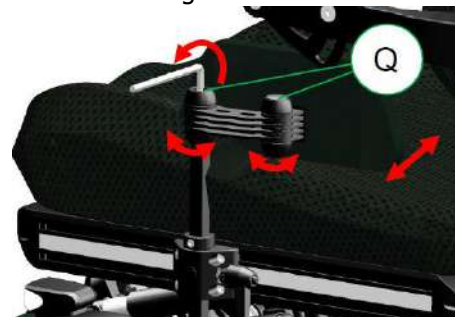

Figura 11-40
- Paso 5: afloje los tornillos de fricción (Q) de manera que la almohadilla pueda moverse (Figura 11-40)